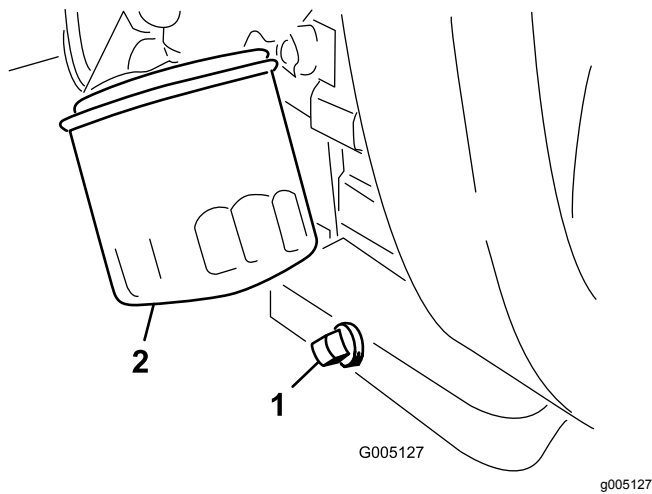

Bild 39
1. Entfernen Sie die Ablassschraube (**Bild 39**) und lassen Sie das Öl in die Auffangwanne ab. Schrauben Sie die Ablassschraube wieder ein, nachdem das Öl abgelassen ist.
2. Entfernen Sie den ÖlfILTER (Bild 39).